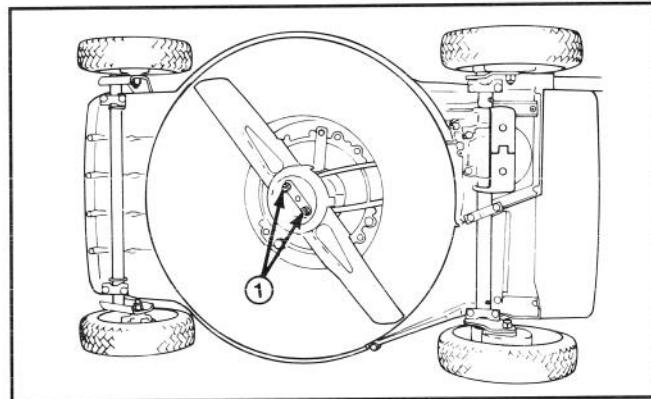

Abbildung 22
3. Den Mäher auf die rechte Seite kippen (Abb. 22). Das Messer nicht drehen, da es sonst Startprobleme geben könnte.
**5. ENTFERNEN DES MESSERS**—Das Endstück des Mähmessers mit einem Lappen oder einem dicken Handschuh anfassen. Entfernen Sie 2 Gegenmuttern, 2 Unterlegscheiben, Schutzpfanne und Messer (Abb. 22 & 24).